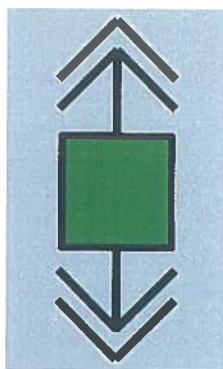

Fig. 7.32.
- Prezență tensiune pe ambii poli ai întreruptorului (fig. 7.32);